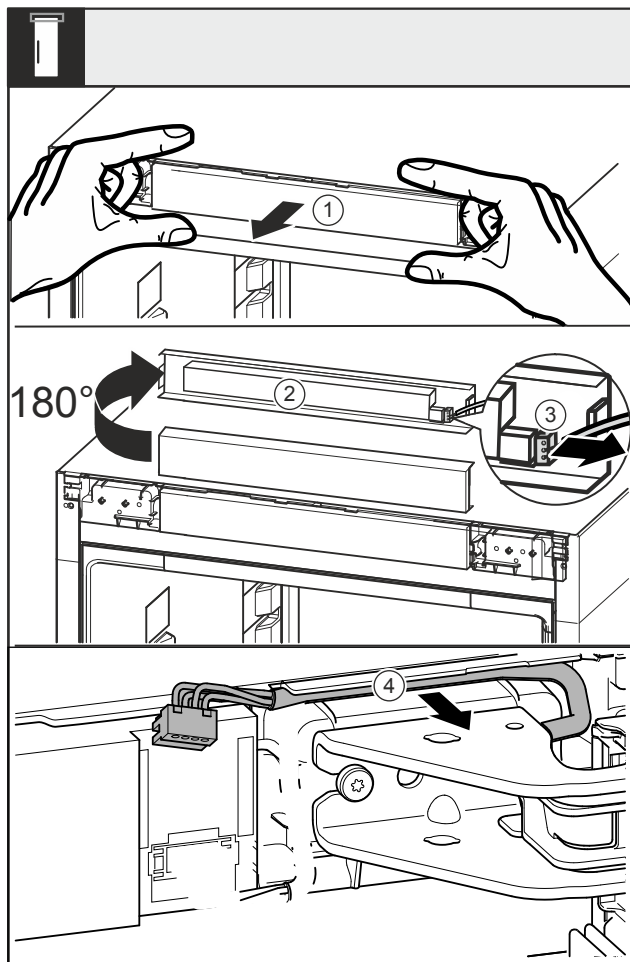

Fig. 17
- ▶ Otpustite masku Fig. 17 (1) prema naprijed.
- ▶ Okrenite masku Fig. 17 (2) prema gore za 180°.
- ▶ Pritisnite jezičac na utikaču Fig. 17 (3) prema natrag i oprezno izvucite utikač.
- ▶ Otpustite kabel Fig. 17 (4) iznad podloška ležaja iz vodi-lice.